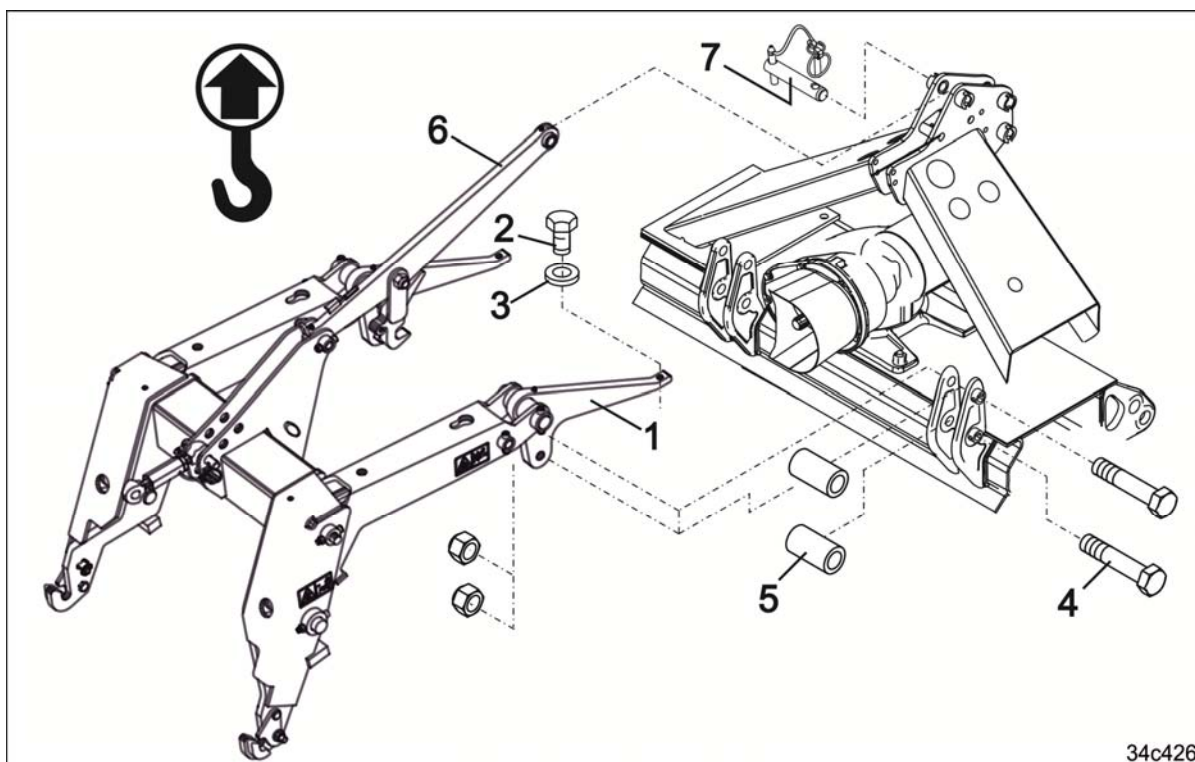

Fig. 88
5. Înșurubați mânerul (Fig. 88/1) la mașina de cultivare a solului cu
- o două șuruburi de mașină (Fig. 88/2) cu șaibe (Fig. 88/3)
- o 4 șuruburi (Fig. 88/4) cu 4 manșoane de distanțare (Fig. 88/5).
6. Introduceți bara inferioară (Fig. 88/6) cu un bolt (Fig. 88/7) și asigurați cu un șplint.